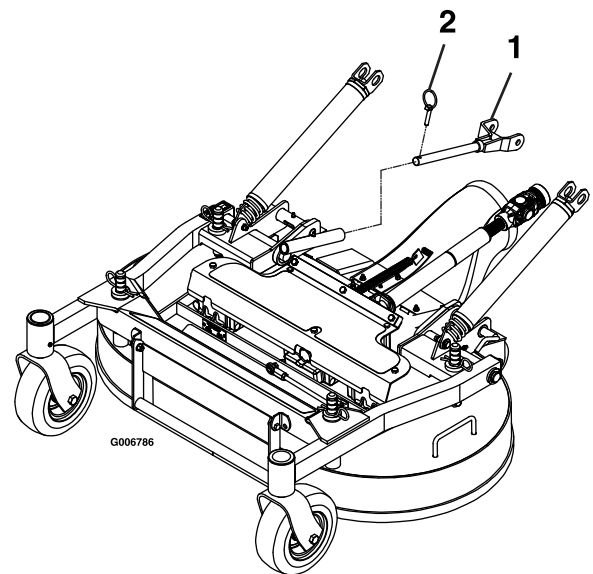

Figura 76
6. Rimuovete gli acciarini davanti ai bracci di spinta su ambo i lati della macchina (Figura 76).
6. Fissate i bracci di spinta con gli acciarini sul lato sinistro e destro della macchina (Figura 76).